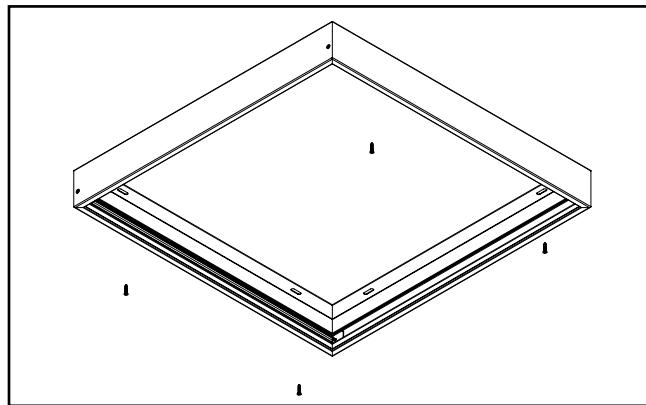

Figura 6.
3. El espacio para los orificios de montaje es de 16" de centro a centro. (Figura 6.)